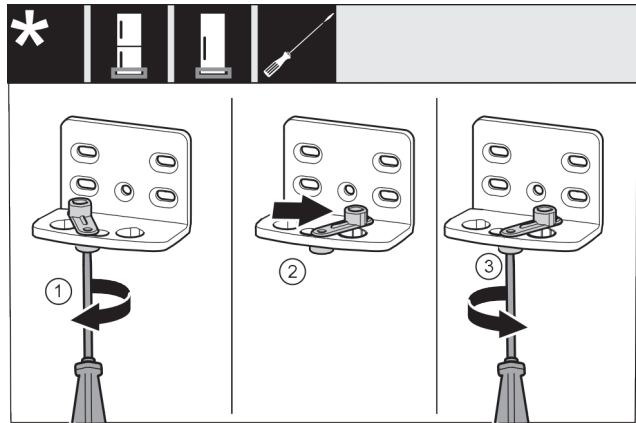

Fig. 19 \*
- ▶ Schraube Fig. 19 (1) mit Schraubendreher lose schrauben.\*
- ▶ Türschließhilfe Fig. 19 (2) anheben und um 90° nach rechts in Bohrung drehen.\*
- ▶ Schraube Fig. 19 (3) mit Schraubendreher festschrauben.\*